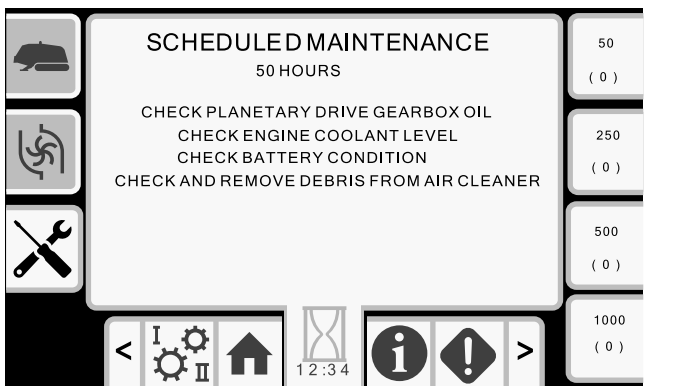

Figure 48
- Bouton 5 – calendrier d'entretien à 50 heures (Figure 48)